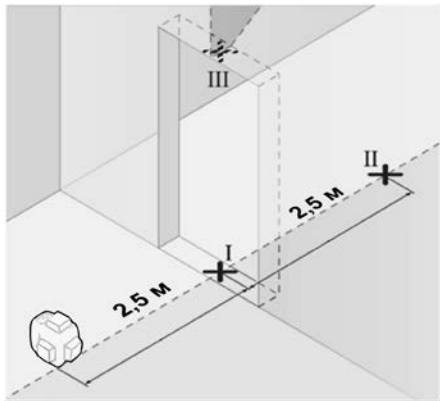

Рисунок 8
3.6.2 Позначте середину вертикальної лазерної лінії на підлозі у дверному отворі (точка «I»), на відстані 5 метрів з іншого боку дверного прорізу (точка «II»), а також з верхнього краю дверного прорізу (точка «III») (дивіться рисунок 8).